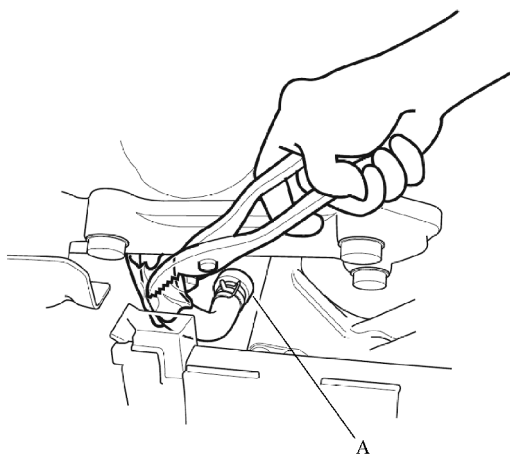

图 17-7 检查 PCV 阀工作情况
3) 如图 17-7 所示，怠速时，用手指或钳子轻轻挤压曲轴箱强制通风阀 A 和进气歧管间的软管，确认曲轴箱强制通风阀会发出“咔嗒”的声音。